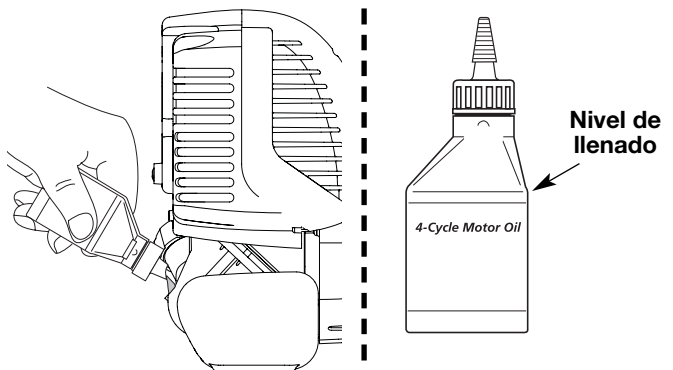

Fig. 27
**NOTA:** Use la botella y la boquilla que guardó del uso inicial para medir la cantidad correcta. El nivel de 100 ml (3,4 onzas) está aproximadamente en la parte superior de la etiqueta de la botella (Fig. 27). Mida el nivel con la varilla de medición. Si el nivel está bajo, agregue una pequeña cantidad de aceite y vuelva a medir (Fig. 27). No lo llene demasiado.